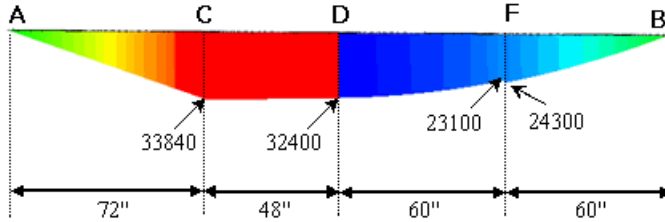

Рисунок 4.11 – Епюра згинальних моментів
- Змініть орієнтацію виду на «Сверху» і поверніть графік на 90° проти годинникової стрілки (рис. 4.11).